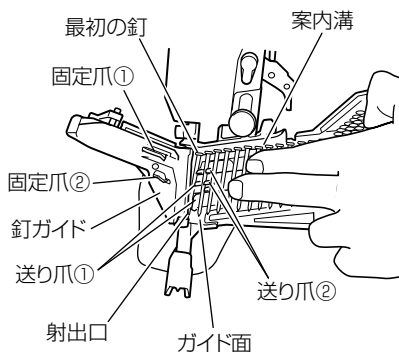

図 10
(2) 釘ガイド内に釘を装てんする
- 釘列の最初の釘を射出口の中に入れ、2本目の釘を送り爪①、送り爪②の間に入れて釘頭が案内溝に入るようにします。(図10)